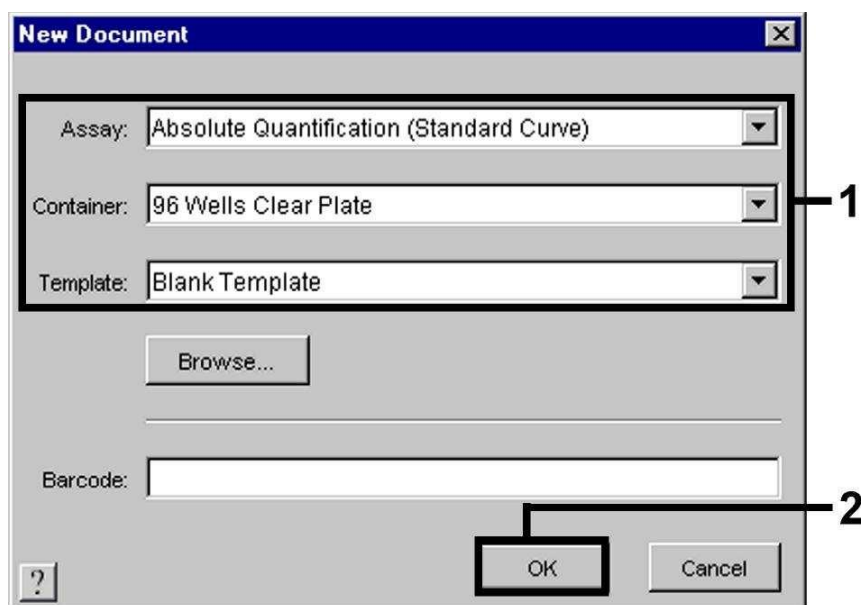

Fig. 11: Forindstillinger ved oprettelsen af et nyt dokument (New Document).
Vælg på ABI PRISM 7900HT SDS menupunktet New, som befinder sig under File, og indstil for det nye dokument følgende grundindstillinger (se Fig. 11). Et i forvejen gemt template (ABI PRISM SDS Template Document [*.sdt]) findes i Template-listen eller ved hjælp af Browse-funktionen (se 8.5.2.5 Arkivering af PCR-kørslen). Bekræft indtastningerne (OK).